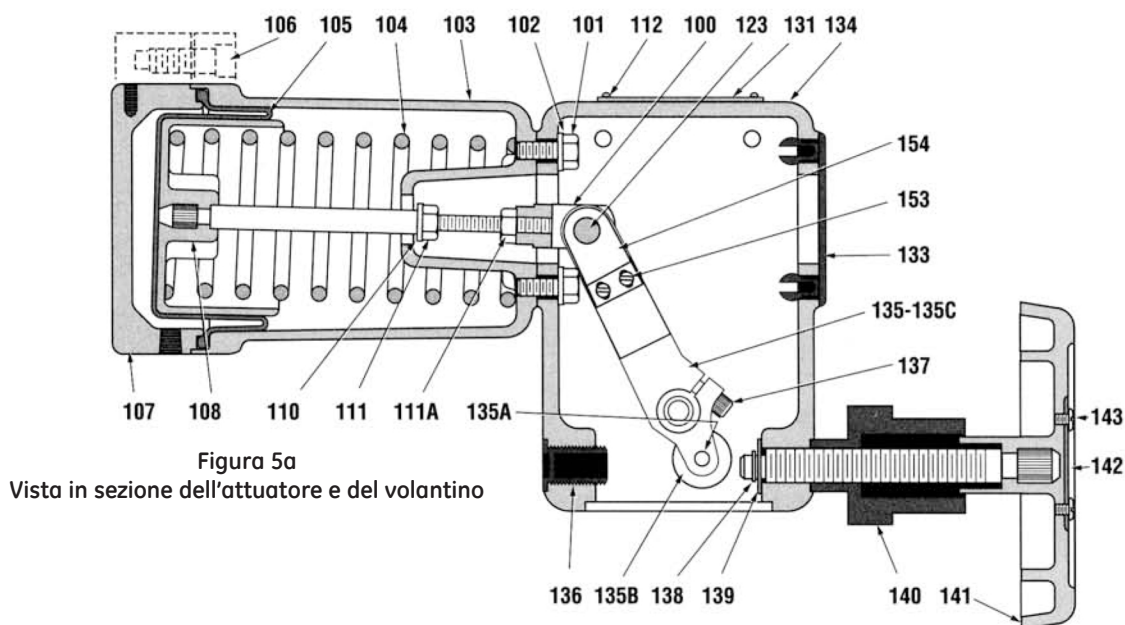

Figura 5a
6.1 Smontaggio dell'attuatore (Figura 5a e 5b)